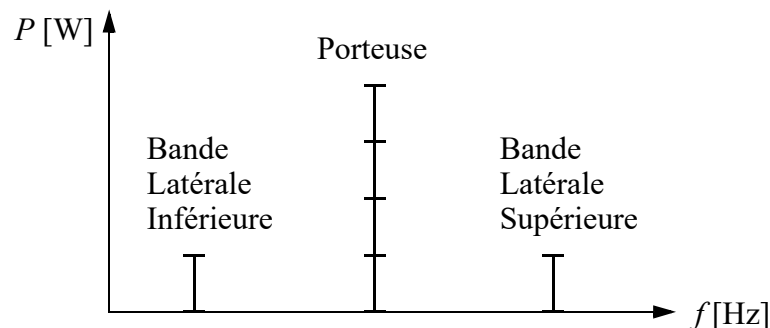

Figure 6.14 Puissances relatives dans la porteuse et les bandes latérales dans le cas de la modulation AM à 100%.
- 6.14** Si la porteuse vaut 1 ou 100%, la puissance dans chaque bande latérale vaut 1/4 ou 25%. Voir **Figure 6.14**.
Note : certains ouvrages mentionnent que si la puissance totale vaut 100%, la puissance dans les **deux** bandes latérales ensembles vaut 1/3, ce qui est équivalent et peut se voir sur la figure **Figure 6.14** ci-dessus.